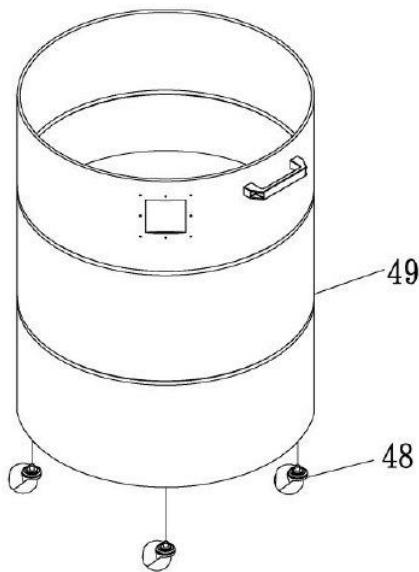

Рисунок 3.
Шаг 3. Установите колеса барабана (48) под барабаном (49) при помощи гаек. См. Рис. 3